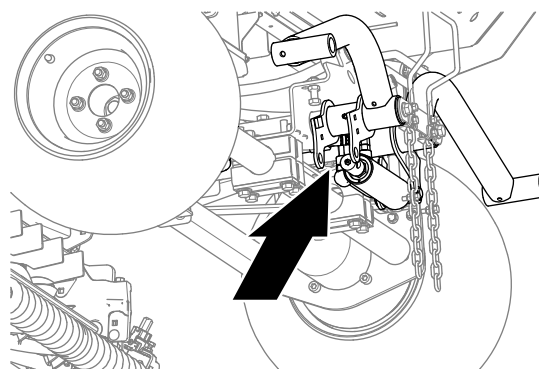

Figura 13
1. Alinhe um recipiente de drenagem embaixo dos encaixes hidráulicos do cilindro de elevação (Figura 13).